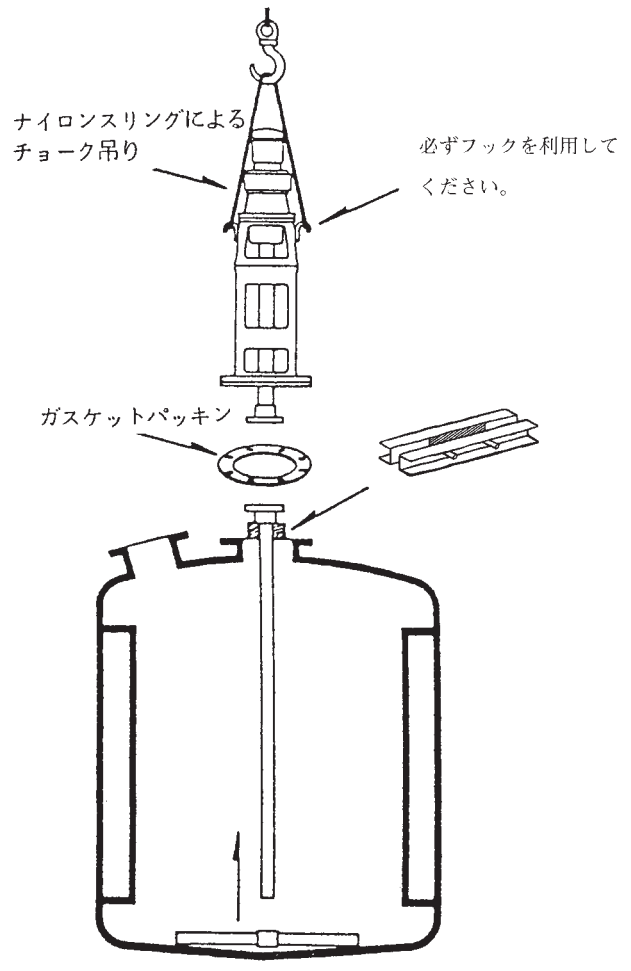

図 3
- (ロ) タンクの攪拌機取付け座の水平を確認してその上にガスケットパッキンを置き、図3のように工具または角材（75mm×100～200mm以上）を2本置き、工具または角材の上に(イ)の攪拌軸をタンクの中にゆっくり挿入し、軸継手（カップリング）のすぐ下で攪拌軸を工具または角材ではさんで仮置きします。固定した工具または角材は外れないように攪拌軸に対してしっかりと固定してください。